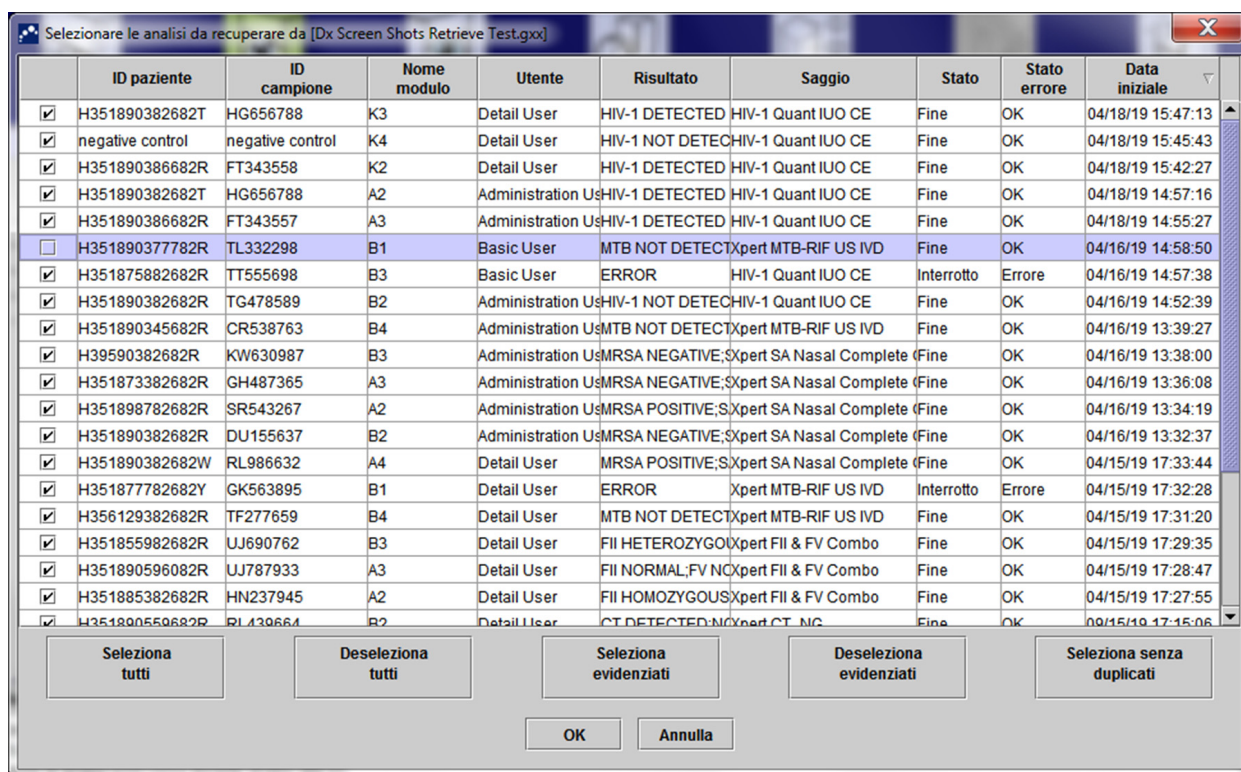
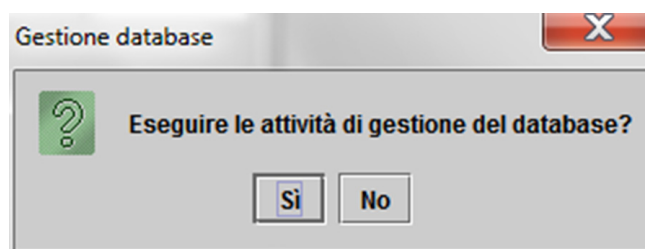

Figura 5-71. Finestra di dialogo Selezionare le analisi da recuperare
Figura 5-72. Finestra di dialogo Gestione database
L'amministratore del GeneXpert Dx System specifica se l'utente ha l'autorizzazione per le attività di gestione dei dati. Vedere la sezione 2.13, Definizione degli utenti e delle autorizzazioni. Per modificare le autorizzazioni in modo da soddisfare le proprie esigenze, consultare l'amministratore del GeneXpert Dx System. Se i **Promemoria per la gestione del database** sono abilitati, all'avvio del sistema all'utente viene chiesto se desidera eseguire la gestione dei dati. La richiesta viene visualizzata solo se l'utente ha i privilegi per eseguire tali attività. Se l'utente non ha tali privilegi o se i **Promemoria per la gestione del database** sono disabilitati, tale richiesta non viene visualizzata. Vedere la Figura 5-71.
8. Se non si desidera eseguire le attività di gestione del database, fare clic su **No** nella finestra di dialogo Database Management (Gestione database) (vedere la Figura 5-71) e passare alla Sezione 5.2.3.2, Promemoria di archiviazione scaduta.
Se si desidera eseguire le attività di gestione del database, fare clic su **Sì** nella finestra di dialogo Gestione database (vedere la Figura 5-71). Verrà visualizzata la finestra di dialogo Gestione database. Vedere la Figura 5-72.
1. Selezionare **Backup database** nella finestra Gestione database (vedere la Figura 5-72).